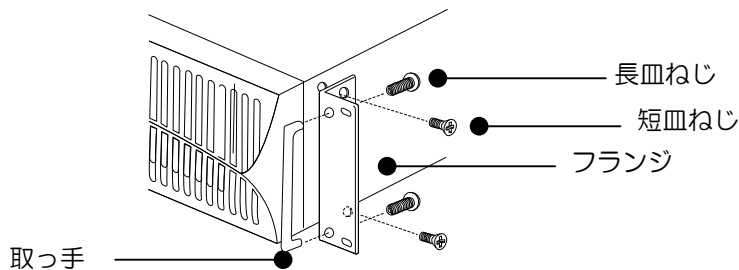

図 3. フランジの取り付け
3. 取っ手を取り付けたフランジを UPS の側面に付属の短皿ねじで固定して下さい。(図 3 を参照)